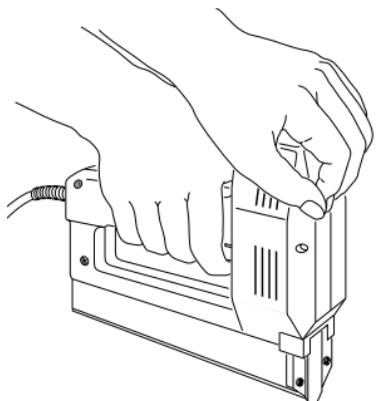

Figura 7
- Coloque la palma de la mano libre sobre el cabezal de la herramienta (vea la Figura 7).